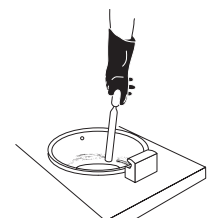

FIGURA 15
9. **Limpieza después de cada ronda:** raspe la línea de costra de la olla con una espátula (suministrada) (Figura 15). Cepille las bobinas del calentador en la parte frontal y posterior con el cepillo de teflón blanco (suministrado). Limpie el exceso de humedad de la tapa de la freidora con una toalla seca.
2. **Raspe la línea de costra** de la olla con espátula y cepille las bobinas del calentador (Figura 15).